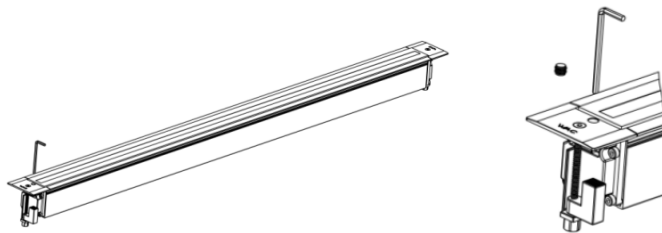

图7
1. 调角版本，打开一端黑色塑胶件，用内六角扳手正向或者反向调节灯具出光角度，灯具角度调节为0-15度，如下图7。